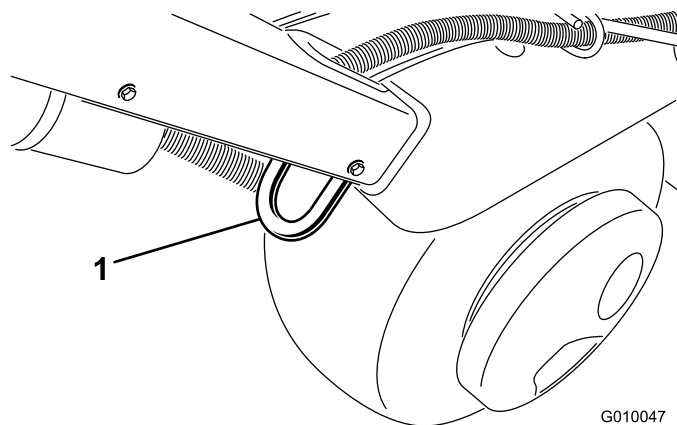
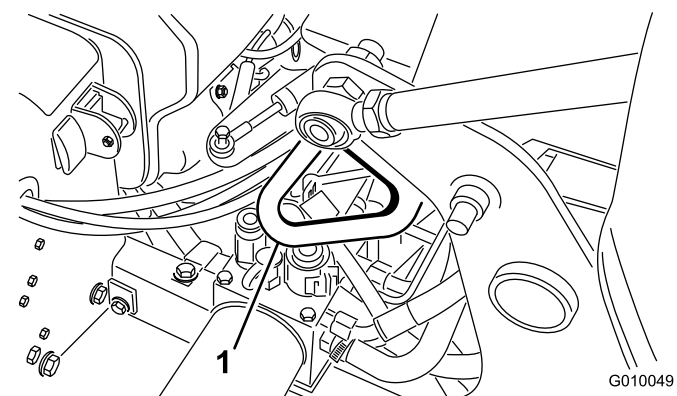

Figura 32
Figura 34
3. Fissate saldamente i punti d'attacco dell'arieggiatore (Figura 32 attraverso Figura 34) al rimorchio o all'autocarro per mezzo di cinghie, catene, cavi o corde.